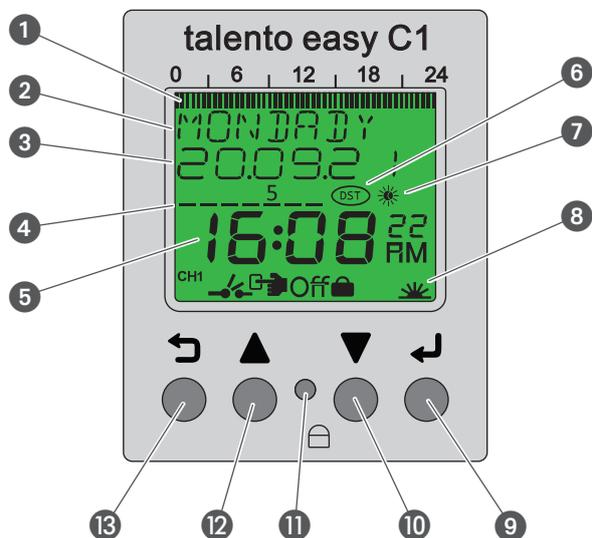

Abb. 2: Displayaufbau
- ④ Tag der Woche
- ⑤ Uhrzeit
- ⑥ Sommer-/Winterzeit
- ⑦ Tag-/Nachtzeit
- ⑧ Symbolleiste
- ⑨ Enter-Taste
- ⑩ Down-Taste
- ⑪ Reset-Taste
- ⑫ Up-Taste
- ⑬ Menü-Taste
## Funktionstastenasten (Abb. 2/⑨ + ⑩)
## Symbole (Abb. 2/6 + 7 + 8)
Die Menüstruktur erscheint auf dem Display nach Betätigung der Menü-Taste  (Abb. 2/13).